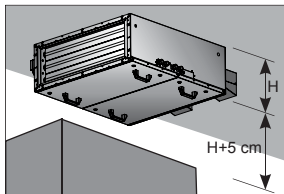

Abb. 5a:
- Der Einbau ist zur Wartung / Reinigung gut zugänglich und mit geringem Aufwand ausbaubar auszuführen. Einen Freiraum von min. der Höhe des Gerätes + 5 cm ist zur Erleichterung von Wartungsarbeiten (z.B. Filterwechsel), zu anderen Geräten, Regale oder Schränke einzuhalten (s. Abb. 5a).